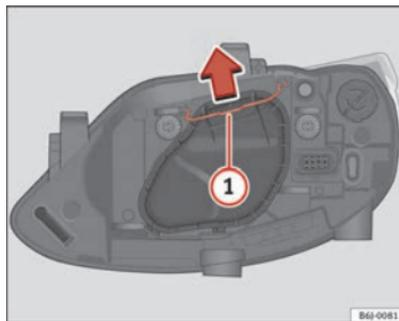

Fig. 147 Luz de cruce/ca-
- Desplace el tirante ⇒ fig. 147 **1** en el sentido de la flecha y saque la tapa. ▶
- Desplace el tirante ⇒ fig. 147 ① en el sentido de la flecha y saque la tapa.